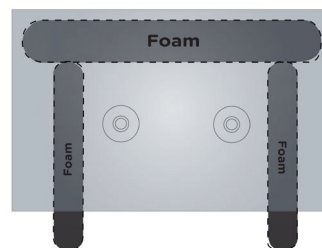

Abbildung 2 – Schaumstoffstücke für die Rückseite und die Seitenflächen der Unterfütterung
- Die Schaumstoffteile wie in Abbildung 2 unten gezeigt anbringen.